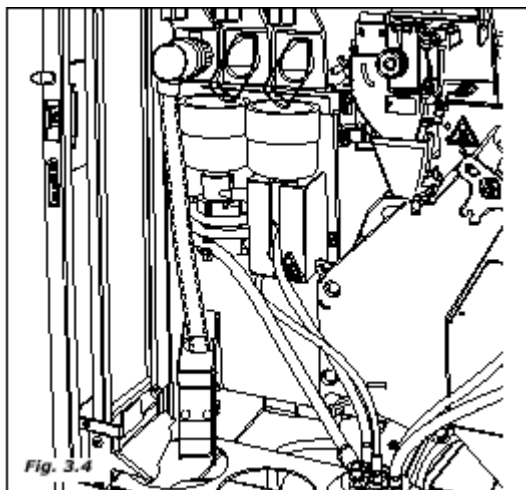

Fig. 3.4
1. Редукторный электродвигатель запускает винтовой конвейер контейнера для сахара, подавая нужное количество сахара в желоб (рис. 3.4).